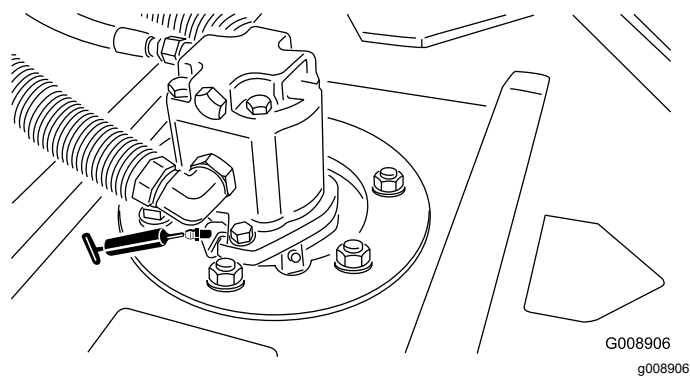

Figure 77
- Roulements d'axes de pivots des unités de coupe (2 par unité de coupe) – Figure 77